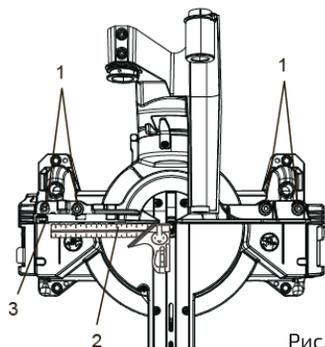

Рис. 15
1. Ослабить четыре крепежных винта (1) (рис. 15).
3. Приложить пятку угольника (2) к диску, а линейку к упору (3), как показано на рис. 15.
4. Отрегулировать перпендикулярность упора по отношению к режущему диску и затянуть четыре крепежных винта (1).